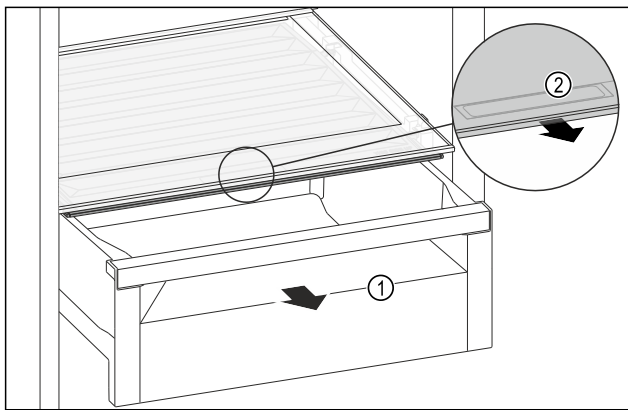

Fig. 106
- ▶ Извлеките выдвижной ящик Fig. 106 (1).
- ▶ Возьмитесь за уплотненную ручку Fig. 106 (2) на крышке отделения и одновременно потяните крышку отделения вперед.